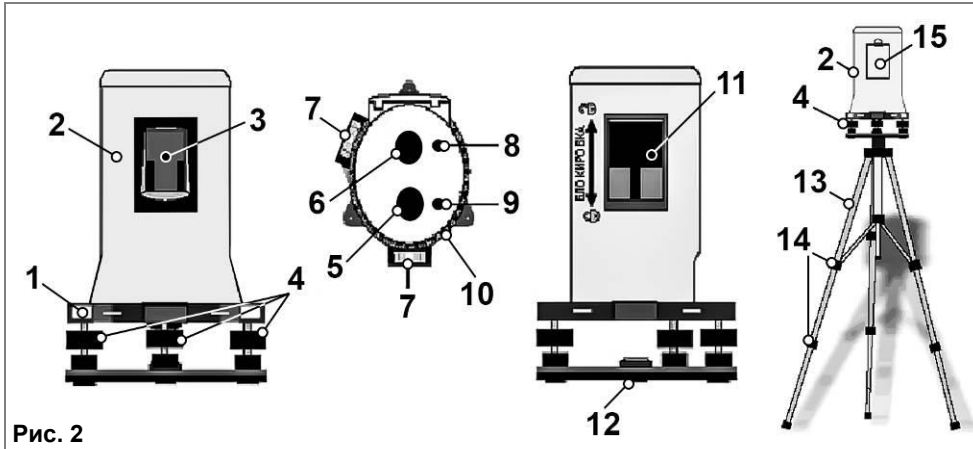

Рис. 2
| 10. ЗАМЕНА ЭЛЕМЕНТОВ ПИТАНИЯ (Рис. 2) | |
10. ЗАМЕНА ЭЛЕМЕНТОВ ПИТАНИЯ (Рис. 2)